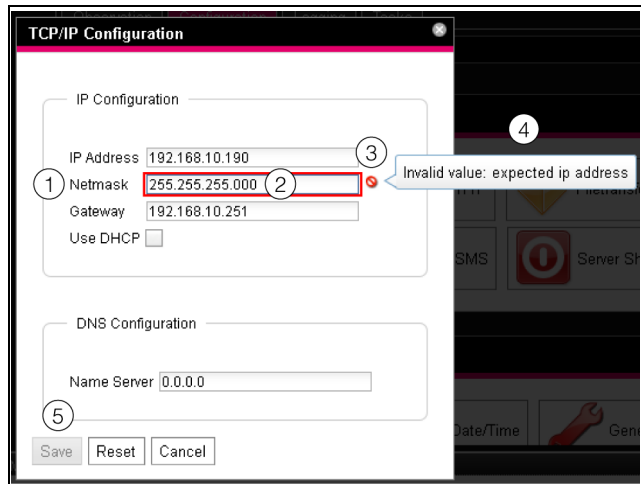

Abb. 31: Anzeige einer fehlerhaften Eingabe
- Hinter dem fehlerhaften Eintrag (Abb. 31, Pos. 2) im Feld **Netmask** (Abb. 31, Pos. 1) erscheint ein rotes „Verbotssymbol“ (Abb. 31, Pos. 3).
- Wenn Sie den Mauszeiger über das Verbotssymbol setzen, erscheint ein Hinweis mit Zusatzinformationen zum Fehler (Abb. 31, Pos. 4).
- Die Schaltfläche **Save** ist deaktiviert (Abb. 31, Pos. 5), so dass die aktuell hinterlegten Werte so nicht abgespeichert werden können.